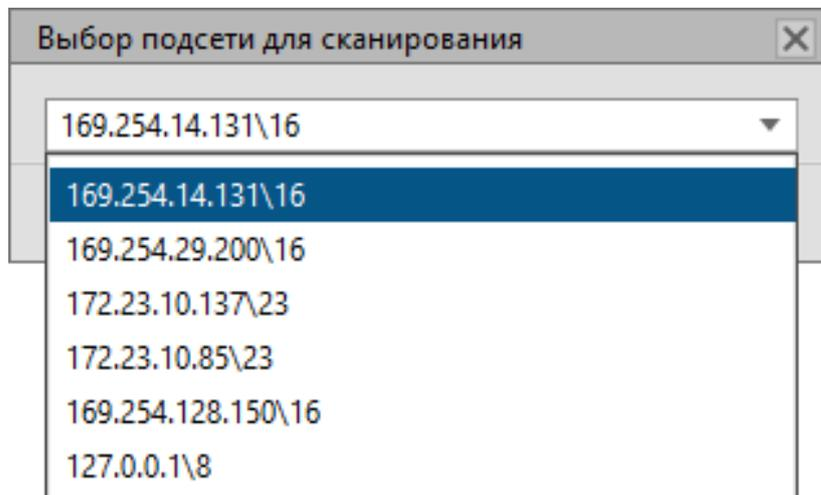

Рисунок 537 - Выбор подсети для сканирования
3. Выберите из выпадающего списка подсеть для сканирования и нажмите **ОК** (Рисунок 537).